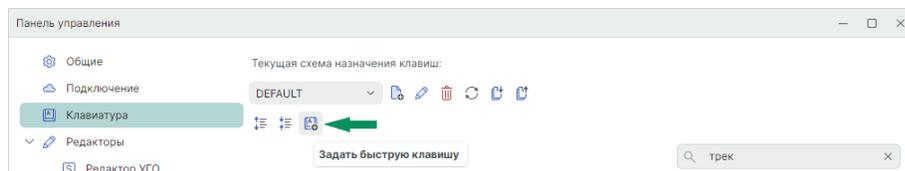

Рис. 69 Переход к назначению быстрой клавиши
2. Выберите действие, для которого необходимо назначить клавишу, и нажмите на символ  «Задать быструю клавишу», см. Рис. 69.